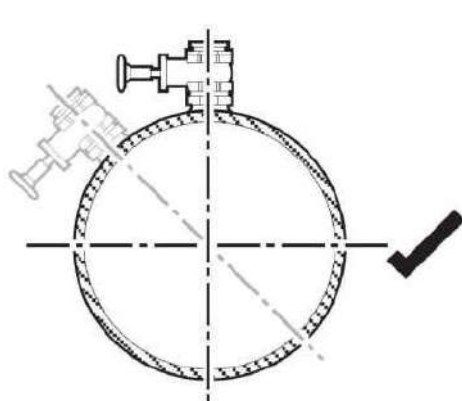

Рисунок 9. Правильное положение
- в) снимите установочную деталь (резьба под сварку) с ПП и надежно приварите (рисунок 9 и 10) ее к подготовленному отверстию. Убедитесь, что ее нижний край находится в одном сечении с внутренней поверхностью трубопровода и не протекает;